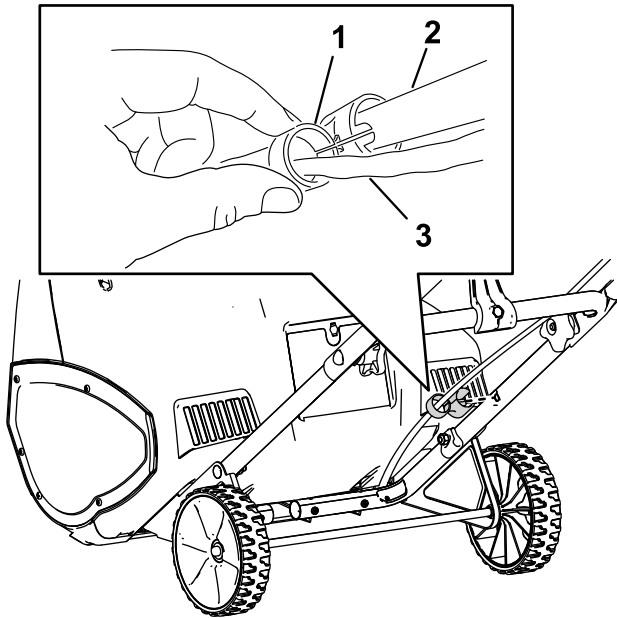

Figura 2
- Conecte la guía del cable al manillar (Figura 2).